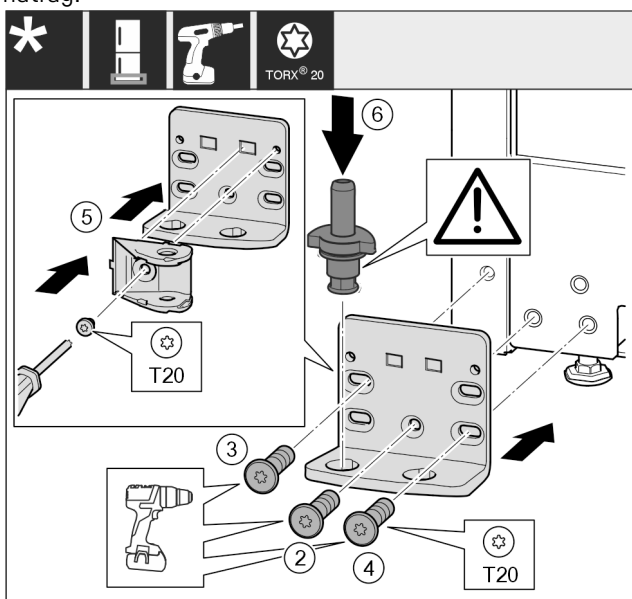

Fig. 21*
- Postavite podložak ležaja na drugu stranu i pritegnite ga odvijačem. Započnite s vijkom Fig. 21 (2) dolje u sredini.*
- Pritegnite vijak Fig. 21 (3) i vijak Fig. 21 (4).*